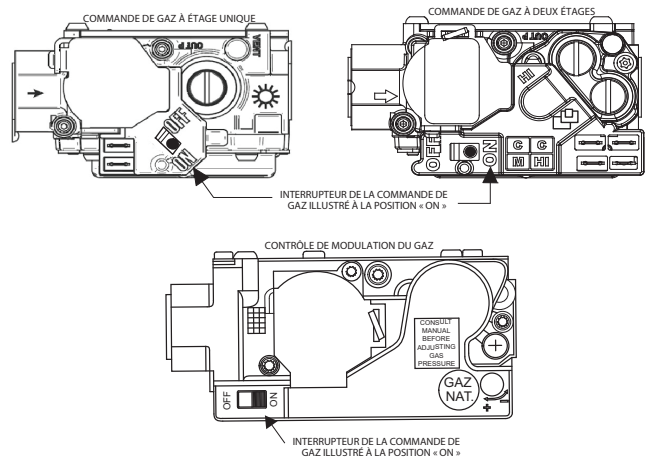

Fig. 12 - Interrupteur à la position ON (marche)
6. Au bout de cinq minutes, mettre le contacteur de commande à la position ON (marche). Mettre le contacteur de commande à la position ON (marche). Voir Fig. 12.